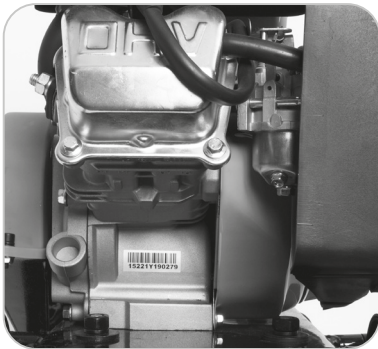

Abb. 14
- Entfernen Sie den Ölablassstopfen, damit das Öl vollständig aus dem Motor ablaufen kann. (**Abb. 14**)